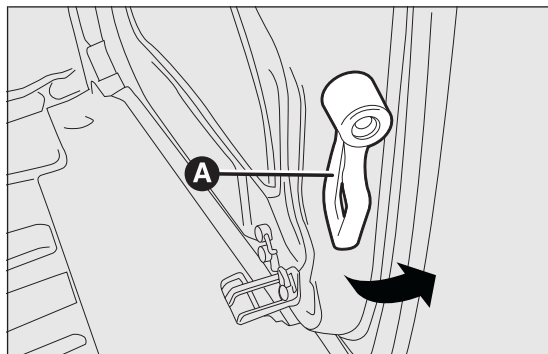

fig. 70
Dopo aver aperto il primo battente tirare la maniglia A fig. 70 agendo nel senso indicato dalla freccia.
**AVVERTENZA** Utilizzare la maniglia A fig. 70 solamente nel senso indicato dalla figura.